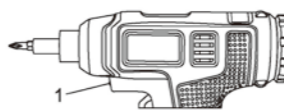

Fig. 6
Dès que l'interrupteur à gâchette est activé, la lampe à DEL (1) s'allume automatiquement (Fig. 6). Elle s'éteint automatiquement lorsque vous relâchez l'interrupteur à gâchette.